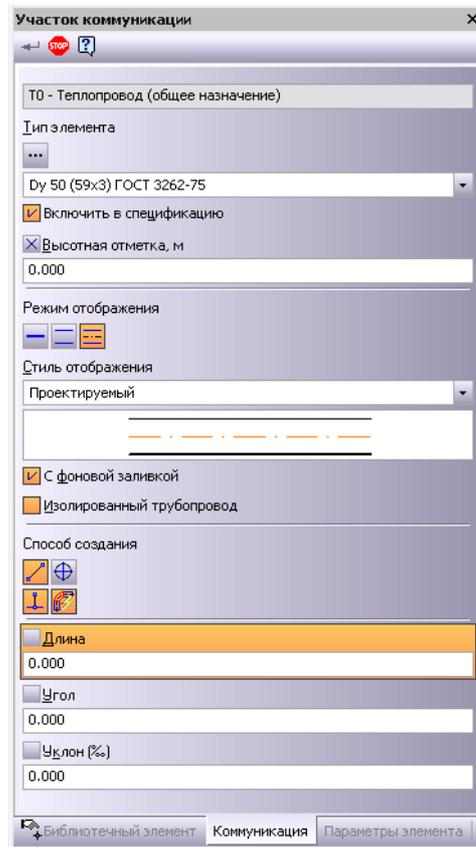
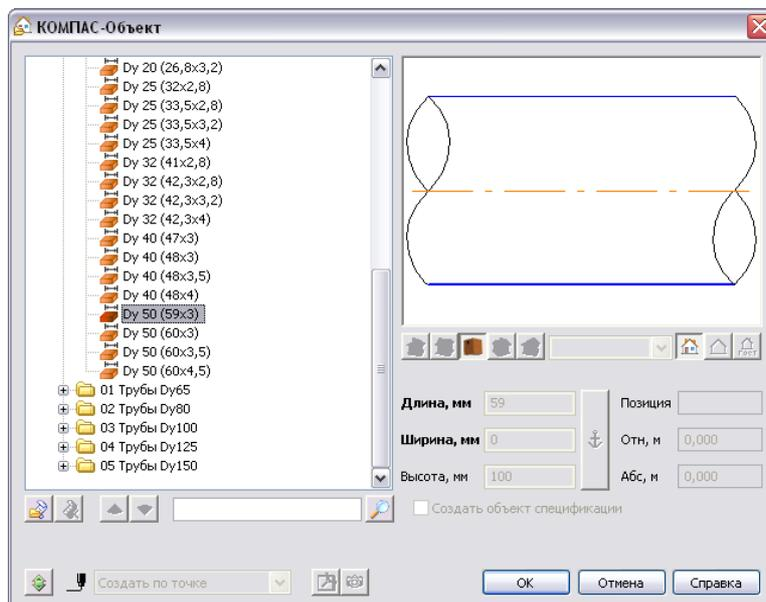

Рис. 2.2 Вкладка **Коммуникация**
Рис. 2.3 Окно библиотеки **КОМПАС-Объект**
4. На вкладке **Коммуникация** (Рис. 2.2) выберите **Тип элемента**, нажав кнопку . После этого на экране появится окно библиотеки **КОМПАС-Объект** (Рис. 2.3).
- 4.1. Выберите из подключённого списка необходимую марку трубы, а также диаметр трубы и толщину стенки (Рис. 2.3).